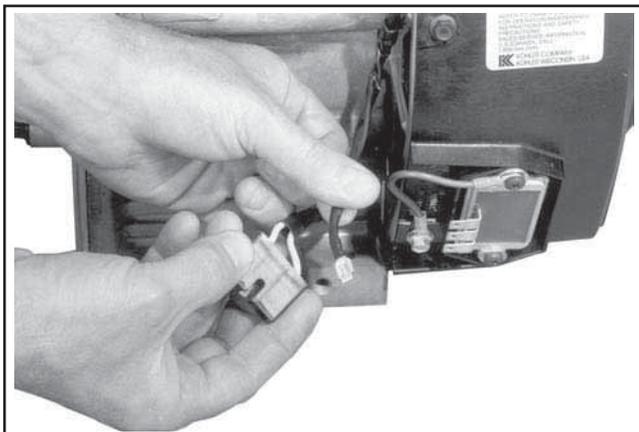

Figure 11-70. Installation du câble B+ dans le bouchon.
- Monter la borne/câble B+ au centre du bouchon du redresseur-régulateur et connecter le bouchon au redresseur-régulateur. Voir les Figures 11-70 et 11-71.